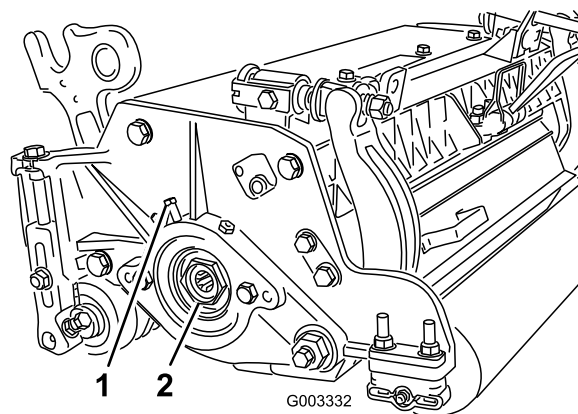

Figura 27
- A. Desaperte o parafuso do conjunto externo segurando a porca de ajuste do rolamento localizado no lado esquerdo da unidade de corte (Figura 27).